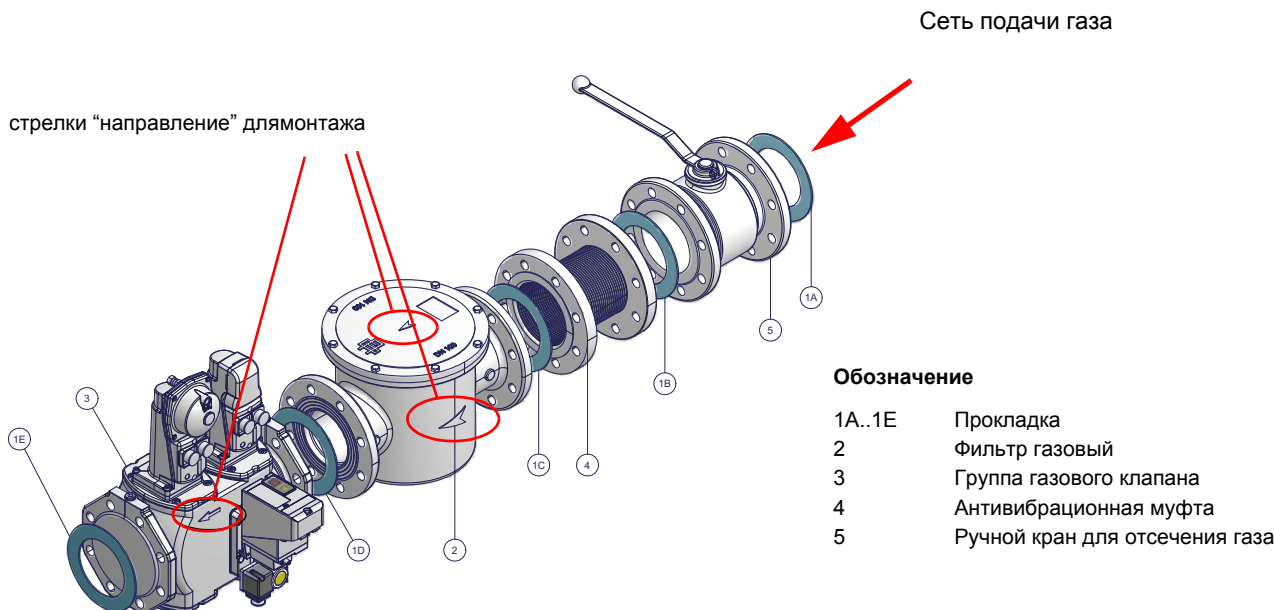

Рис. 6 - Пример газовой рампы
- 1) при фланцевых соединениях: между соседними компонентами устанавливать прокладку (1A..1E - Рис. 6), совместимую с используемым газом,
ВНИМАНИЕ: после монтажа газовой рампы согласно схеме на Рис. 6, необходимо провести тестирование на герметичность газового контура, согласно требований действующих нормативов.